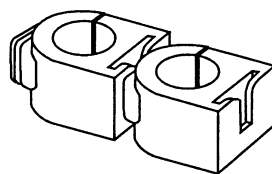

図 7 -2 つのホルダー
5. ホルダーの上部が合致し固定されるように、最初のホルダーのスロットに 2 番目ホルダーのフランジを滑り込ませてください。図 7 を参照ください。